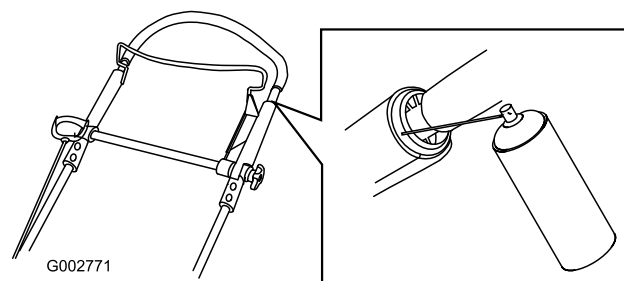

Figura 46
1. Spruzzate il prodotto sull'estremità esterna di plastica della parte interna della stegola (Figura 46).